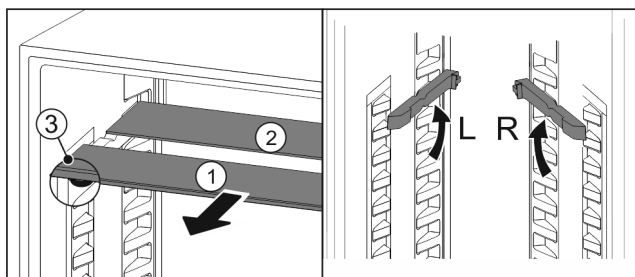

Fig. 81
- Extrageți Fig. 81 (1) pe rând plăcile de sticlă spre înainte.
- ▷ Placa de sticlă Fig. 81 (1) cu șipca decorativă se află în față.
- ▷ Opritoarele Fig. 81 (3) indică în jos.